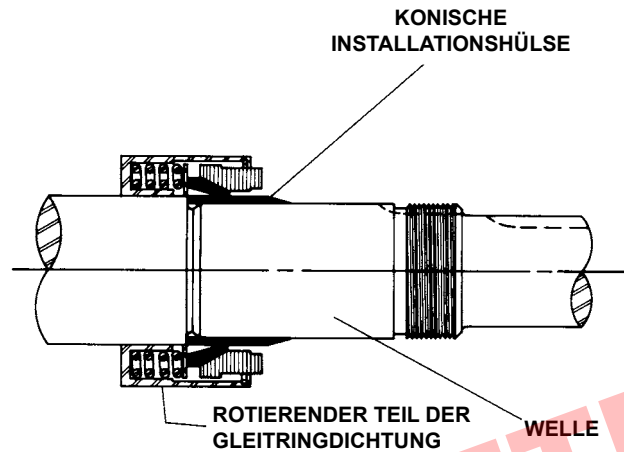

ABBILDUNG 12
3. Setzen Sie die konische Installationshülse auf die Welle. Siehe Abbildung 12. Die Hülse wird mit den Gleitringdichtungen der Pumpengrößen H, HL, K, KK, L, LO und LL mitgeliefert. Schmieren Sie die Rotorwelle, die konische Installationshülse und die Innensitzfläche des rotierenden Teils der Gleitringdichtung mit säurefreiem SAE 30 Öl. Es kann Petrolatum verwendet werden, Fett wird jedoch nicht empfohlen.